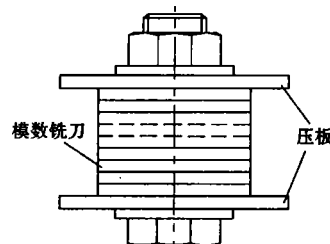

图 1 齿轮模数铣刀回火用夹具示意图
④回火: 高速钢刀具淬火后必须进行回火。齿轮模数铣刀堆焊后的回火温度应为 550~570℃, 为提高刀具的硬度、耐磨性和红硬性, 必须进行三次回火, 回火保温时间每次为 60 分钟。为防止齿轮模数铣刀回火时发生变形, 可采用图 1 所示夹具。将淬火后的铣刀清理干净, 并将翘曲方向一致的铣刀叠在一起用夹具轻轻夹住, 然后连同夹具一起放入炉